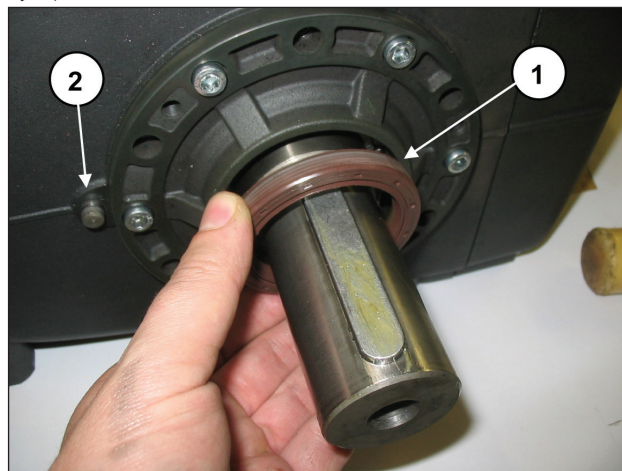

图33
要通过在未预见的情况下使用减速齿轮机组来更换型号时，必须卸下轴油封(图33，部件号①)，然后将减速齿轮箱(图33，部件号②)08参考销钉插在曲轴箱上。然后执行在第2.1.4节中指定的操作。
更换型号时，如果原定需要拆除减速机组，必须将轴油封环插入侧盖底座中，可使用工具代码27904800(图33，部件号①)。